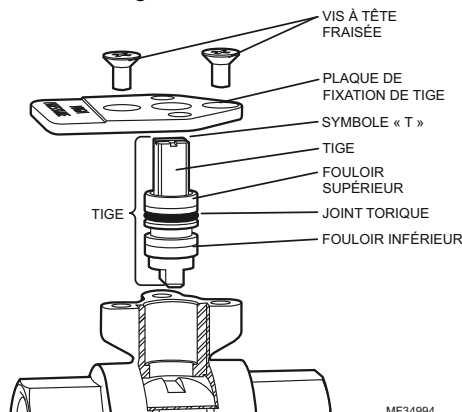

Fig. 33. Remplacement dans le système de la tige de clapet.
La tige de clapet peut être remplacée dans le système, si nécessaire. Voir la Fig. 33.
- Glisser le sous-arbre sur la tige avec la languette orientée comme indiqué dans la Fig. 33.